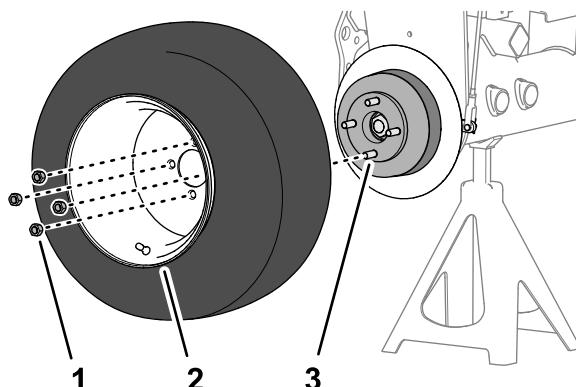

Bild 88
- Montieren Sie das Rad mit den vier Radmuttern (Bild 88) an der Nabe und ziehen Sie die Radmuttern handfest an.